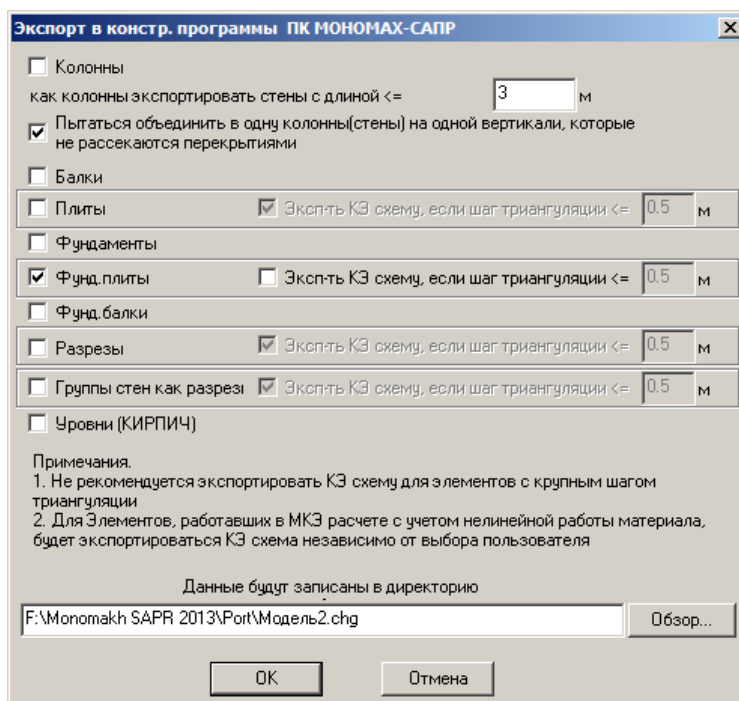

Рис.1.28.1. Окно диалога **Экспорт в конструирующие программы ПК МОНОМАХ-САПР**
- В открывшемся окне диалога **Экспорт в конструирующие программы ПК МОНОМАХ-САПР** (рис. 1.28.1) выполните следующие действия: